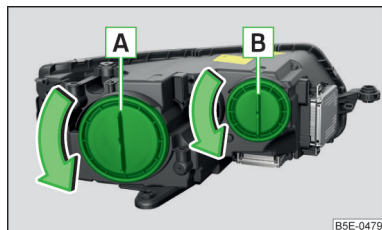

Fig. 330
### Orden de bombillas » fig. 330
- Girar la tapa de protección **A** » fig. 330 de la pág. 296 en el sentido de la flecha.
- Colocar la tapa de protección **A** » fig. 330 de la pág. 296 y girarla contra el sentido de la flecha.
- Girar la tapa de protección **B** » fig. 330 de la pág. 296 en el sentido de la flecha.
- Colocar la tapa de protección **B** » fig. 330 de la pág. 296 y girarla contra el sentido de la flecha.